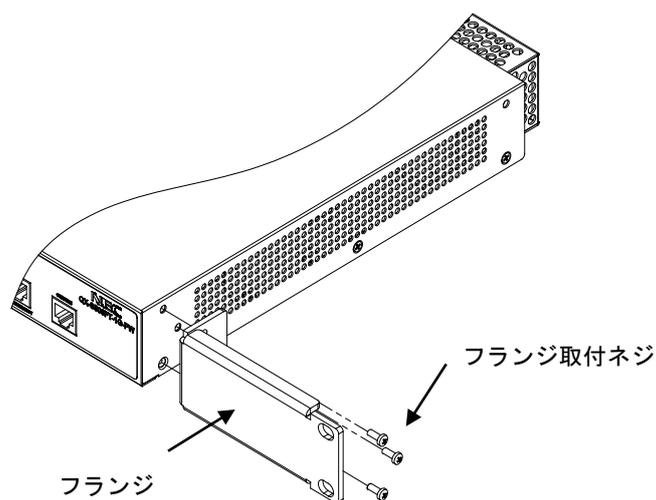

図3-1フランジの取り付け (QX-S508FT-1G-PW)
- 4) フランジ用として同梱されたネジを使用して、図 3-1に示すようにフランジを装置フロントパネル側に取り付けてください。